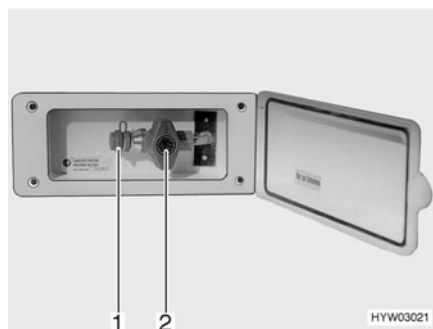

Fig. 92 Raccordement externe de gaz avec robinet d'arrêt de gaz fermé
Le raccordement externe de gaz (Fig. 92) se trouve à l'avant sur le côté droit.
- Raccorder l'appareil à gaz externe sur le raccord (Fig. 92,1).
- Ouvrir le robinet d'arrêt de gaz (Fig. 92,2).